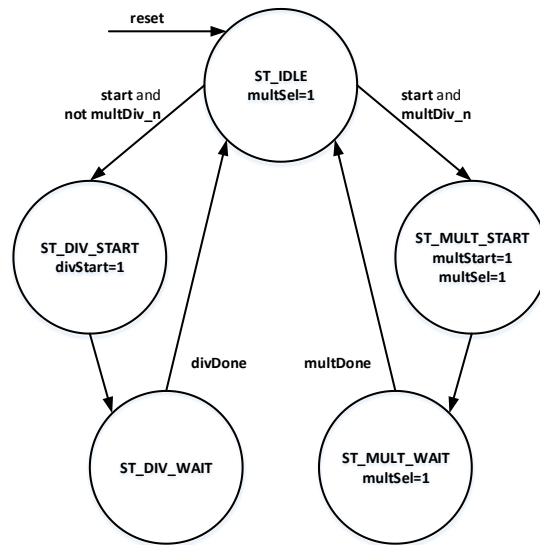

Figura 2 – Diagrama de estados e das saídas da FSM “MainCtrlUnit”.
- O módulo “MainCtrlUnit” corresponde à unidade de controlo principal, cujo diagrama de estados é apresentado na Figura 2. Esta FSM é descrita apenas com um processo em VHDL. Nesta abordagem de modelação todas as atribuições ao sinal de estado e às saídas são realizadas num único processo e síncronas com o sinal de relógio. Em função do estado atual e das entradas é determinado o estado seguinte e as respetivas saídas, ou seja a forma de pensar é: cada vez que ocorre um flanco ativo do sinal de relógio, se o estado atual é “este” e as entradas são “estas”, então o estado seguinte e as respetivas saídas serão.... Esta abordagem só pode ser aplicada a máquinas de *Moore*, mas possui a vantagem das saídas serem registadas e atualizadas de forma síncrona com o *clock*, não apresentando *glitches*. Os *glitches* nas saídas nem sempre são críticos, mas podem ocorrer quando estas não são registadas e são produzidas por um circuito combinatório com diferentes atrasos entre as suas entradas e a saída.